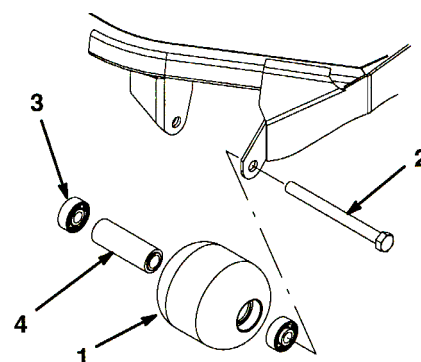

図16
1. ローラ取り付け・ボルト（図16）を外す。
4. ローラ・ハウジング、ベアリング、ベアリング・スペーサに破損がないか点検する（図16）。破損している部品を交換して組み立てを行う。
1. 第一のベアリングをローラ・ハウジングに押し込む（図16）。アウター・レースのみを押すか、インナー・レースとアウター・レースを均等に押す。
2. スペーサを入れる（図16）。
3. 第二のベアリングをローラ・ハウジングに入れる（図16）；このときは、インナー・レースがスペーサに接触するまで、インナー・レースとアウター・レースを均等に押す。